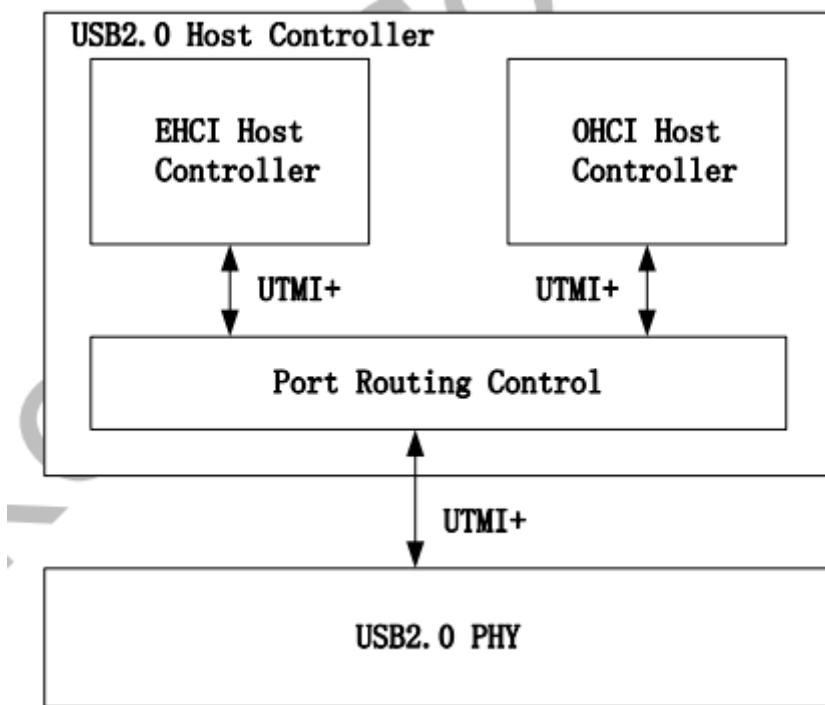

图 1-1 USB 2.0 Host 控制器框图
1. 支持高速 (480Mbps), 全速 (12Mbps) 和低速 (1.5Mbps), USB 2.0 Host 控制器的框图如下图 1-1 所示。